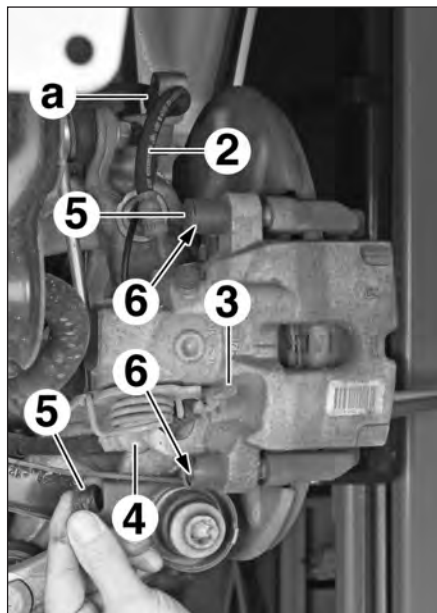
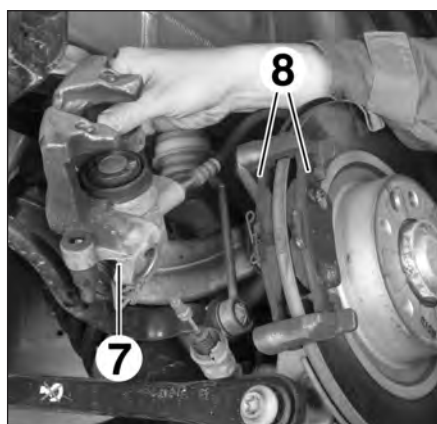

FIG.12
FIG.13
- Dégrafer le flexible de frein arrière (2) en (a) (Fig.12).
- Dégager le câble de frein de stationnement (3) de l'étrier de frein arrière.
- Retirer l'arrêt de gaine (4) du câble de frein de stationnement de l'étrier.
- les obturateurs (5),
- les vis (6).
- Déposer l'étrier (7) (Fig.13).
- Déposer les plaquettes de frein (8).